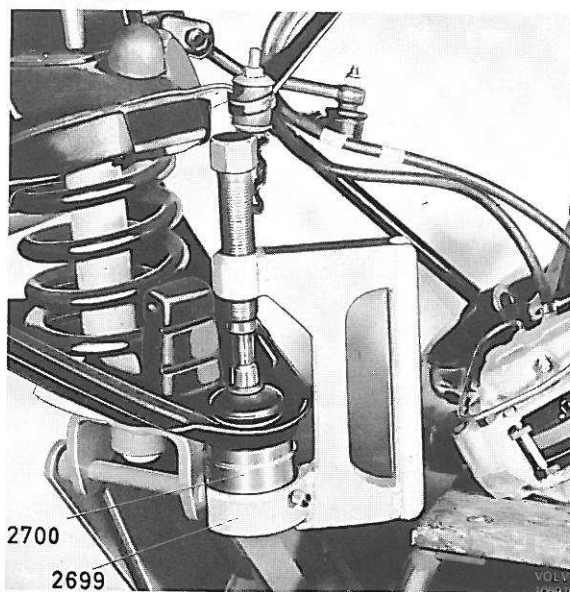

Figure 33. Démontage du joint à rotule inférieur
- Extraire le joint à rotule du triangle inférieur de commande en se servant de l'outil-presse 2699 et de la douille 2700, figure 33.